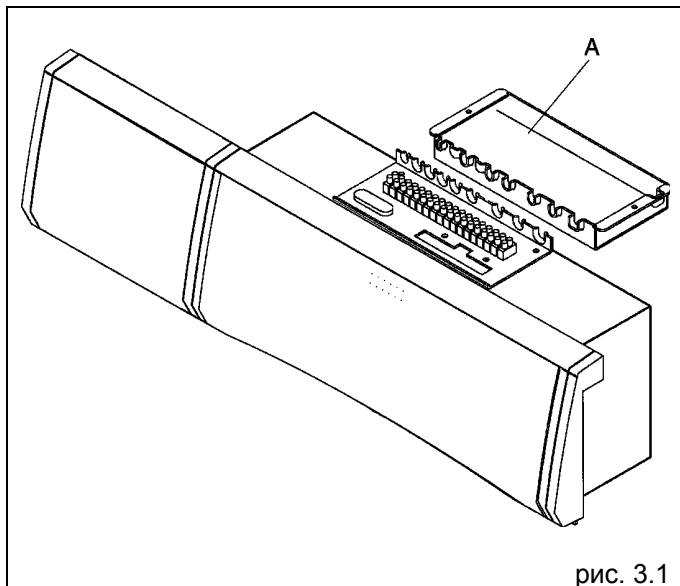

рис. 3.1
- снимите с облицовки котла защитную крышку А, отвинтив два крепежных винта (рис. 3.1);
- после этого откроется доступ к электрическим контактам для выполнения электрических соединений (рис. 3.1);